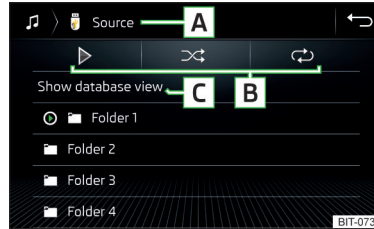

Abb. 195
**Ordner-/Titelliste** » **Abb. 195**